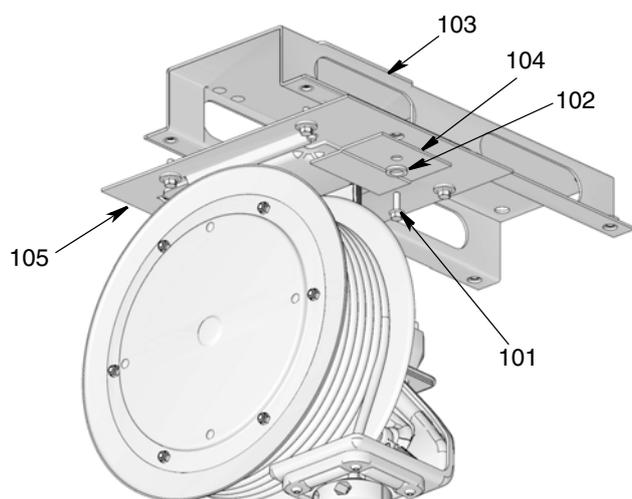

Рис. 8
2. Прежде чем сверлить отверстия, используйте канал основания (поз. 103 на Рис. 8), чтобы наметить положение монтажных отверстий.
4. Установите канал основания (103) и плиту основания (105), как показано на Рис. 8.
5. Задвиньте барабан электропровода в основание барабана (105) и установите прижимную пластину (104), шайбу (102) и винт (101). Надежно затяните винт (Рис. 8). **Прежде чем опускать погрузчик, убедитесь, что барабан закреплен.**
3. (Рис. 8, стр. 11). Задвиньте барабан электропровода в основание барабана (105) и установите прижимную пластину (104), шайбу (102) и винт (101). Надежно затяните винт.